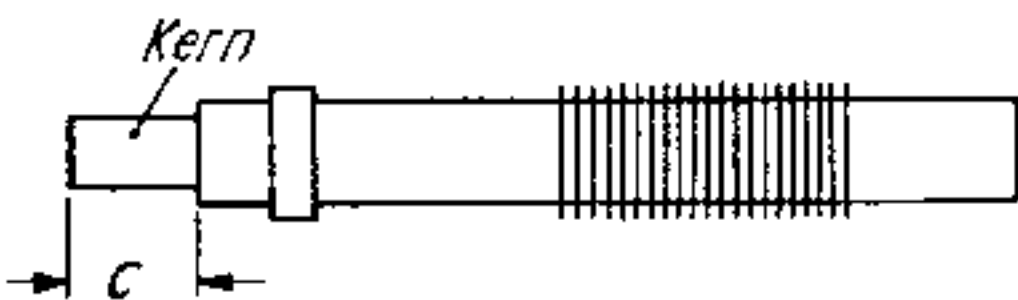

Abb. 4
5. Lage des Kernes im Spulenkörper bei Links-Anschlag: (Abb. 4 und 5)